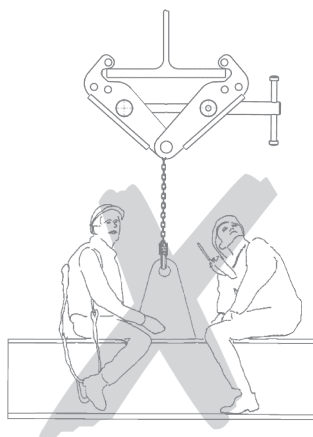

Fig. 5
- Die Benutzung des Hebezeuges zum Transport von Personen ist verboten (Fig. 5).